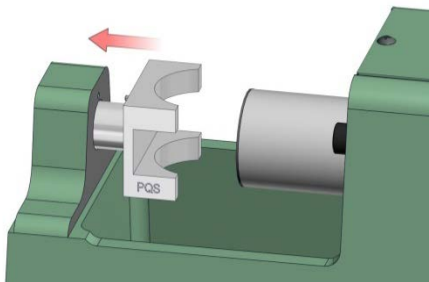

Figura 5.3.2
1. Instale os dois grampos de cisalhamento duplamente transversal alinhando primeiro cada um dos pinos na parte de trás dos grampos com os furos na base e no pistão hidráulico da máquina de resistência universal. Depois, arraste com cuidado o acessório de 24 mm para a base (esquerda) e o acessório de 15 mm para o pistão hidráulico (direita). Consulte a Figura 5.3.2. para o processo de instalação.